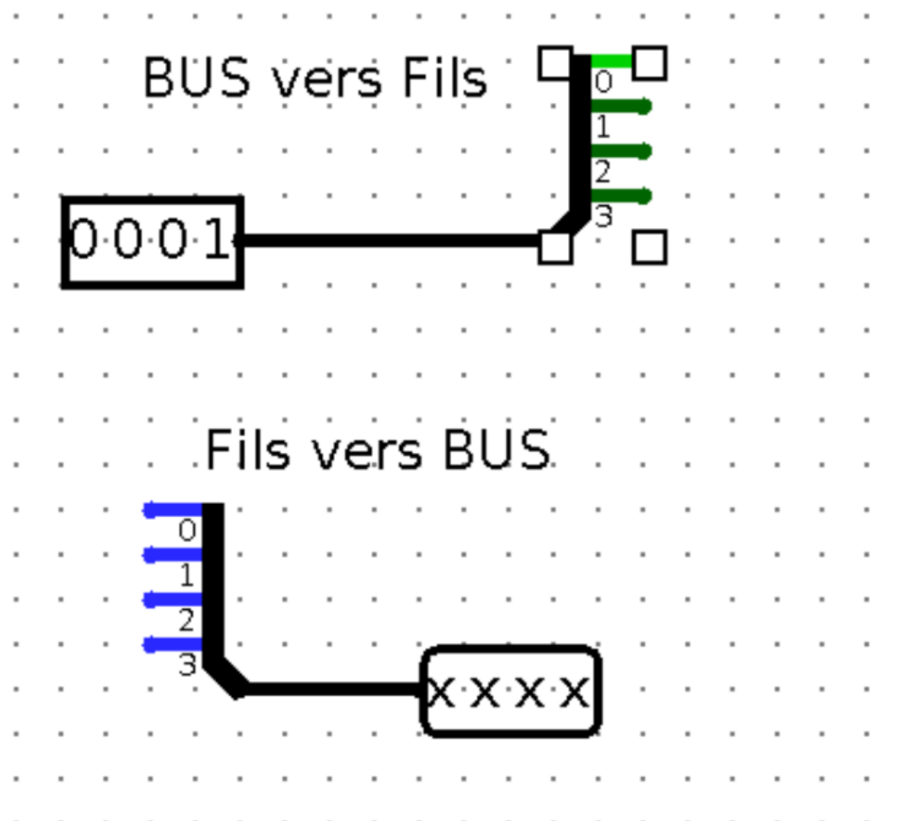

FIGURE 7 – Exemples splitters
6. Lorsque nous tirons un fil de l'une de ces entrées, ce n'est plus un simple signal, mais un bus de 4 bits. Pour pouvoir connecter les éléments de ce bus aux entrées des additionneurs 1 bit, nous allons devoir séparer les différents fils du bus afin de pouvoir les traiter un par un. L'élément `splitter` de `wiring` permet d'effectuer ces conversions dans les deux sens : d'un bus de 4 bits vers 4 fils, et de 4 fils vers un bus de 4 bits - voir Figure 7.